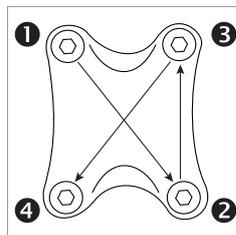

Figure 1
- Réglez la clé dynamométrique selon les spécifications du fabricant. Si aucune valeur de couple n'est fournie, réglez la clé dynamométrique entre 4 et 5 Nm. Fixez la douille hexagonale correcte et serrez les vis de la plaque frontale par demi-tour selon le schéma de serrage à quatre vis ci-après (Figure 1).